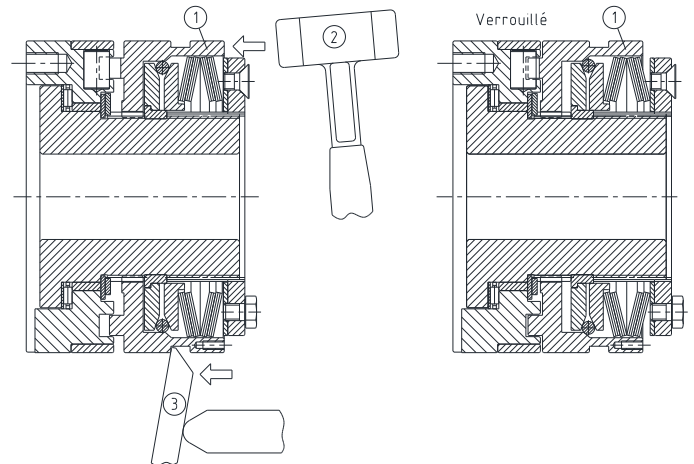

Fig. 17 : Réenclenchement
Le réenclenchement se fait par pression axiale sur la bague de déclenchement ①. Selon les moyens disponibles, l'accessibilité, etc., le réenclenchement peut être effectué de différentes manières. En frappant plusieurs fois avec un marteau en plastique ② axialement sur la bague de commande (voir figure 17, en haut) avec des leviers de montage ③ ou un dispositif d'encliquetage pneumatique ou hydraulique (processus d'encliquetage automatique).